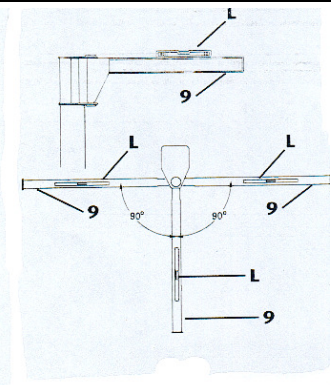

Fig.47
7. Vérifier la flèche à l'aide d'un niveau à bulle **L**. Cela, en tournant le bras à 90 ° à gauche et à droite (fig.47)